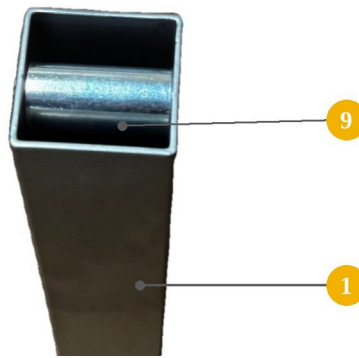
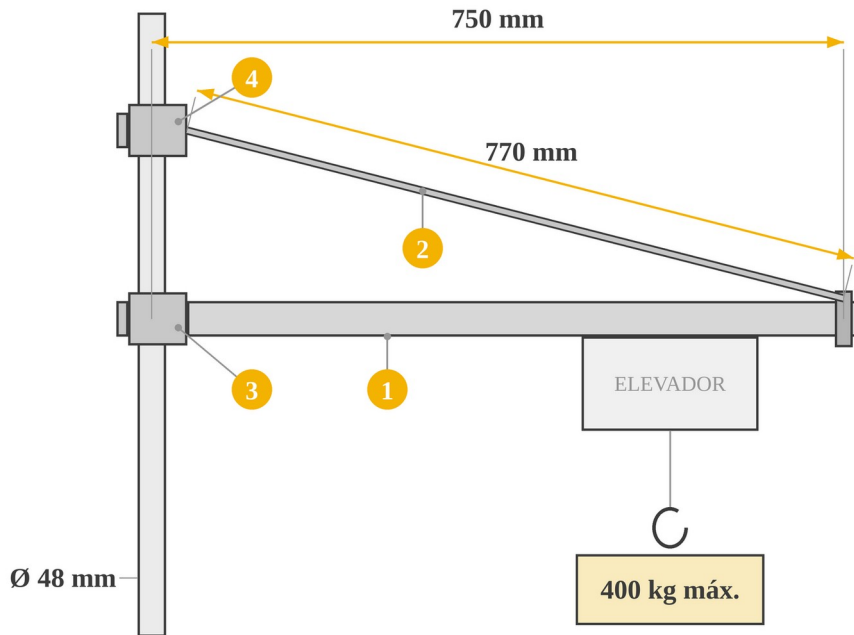

FIG. 3 — Casquillo separador (9) colocado dentro de la pluma (1)
FIG. 6 — Esquema de montaje y cotas
MONTAJE E INSTALACIÓN (FIG. 3 a FIG. 6)
- 1) Introduzca el casquillo separador (9) dentro del extremo libre de la pluma (1) y alinéelo con sus orificios (Fig. 3). El casquillo impide que el tubo se aplaste al apretar el tornillo de unión.
- 8) Compruebe que la pluma queda nivelada (Fig. 6); si no es así, corrija la altura del soporte superior. Apriete entonces firmemente y por igual todas las tuercas de las abrazaderas, de modo que las mordazas dentadas queden bien asentadas en el tubo y los soportes no puedan deslizarse ni girar sobre él.